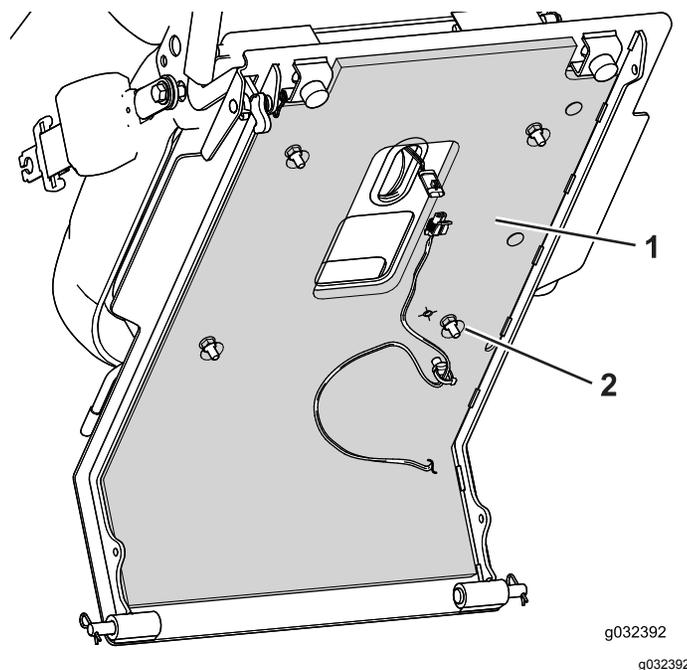

Figura 6
5. Rimuovete la pellicola e applicate lo schermo sotto il sedile sul lato motore della piattaforma del sedile (Figura 6).